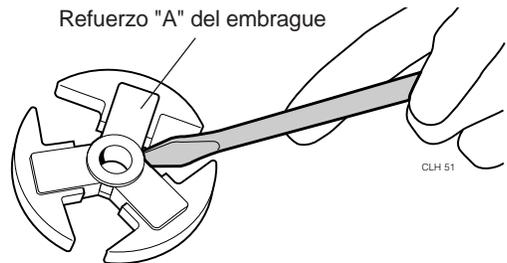

Figura 6.16
Paso 2. Use un destornillador para hacer palanca sobre el refuerzo del embrague A, como se muestra (figura 6.16)